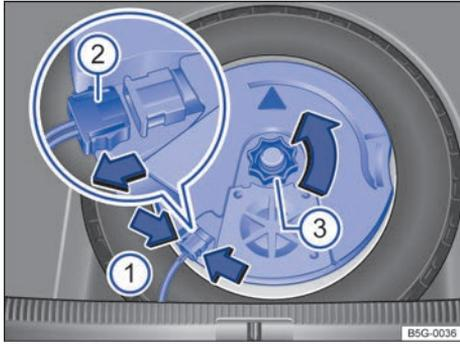

Fig. 218 En el maletero: desmontar el subwoofer (variante 1).
- Para desbloquear el conector → fig. 218 ②, comprima las pestañas de encastre → fig. 218 (flechas ①).
- Desacople el conector ② y deje el cable a un lado.
- Desenrosque la ruedecilla ③ en el sentido de la flecha.
- Acople el conector → fig. 218 ② hasta que encastre de forma audible.
- Enrosque la ruedecilla ③ en el perno roscado en el sentido contrario al de la flecha hasta que el subwoofer quede bien fijado.